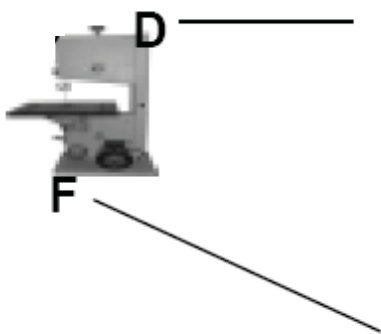

Рис. 18
8. Якщо необхідно, відрегулюйте хід полотна, використовуючи ручку регулювання ходу полотна та стопорну ручку (F) Рис. 18, розташовану позаду корпусу верхнього шків. Коли хід полотна відрегульований, зафіксуйте положення полотна.
- Коли полотно встановлено та відрегульовано, прокрутіть полотно, обертаючи рукою верхній шків та регулюючи ручку ходу полотна (F) (Рис. 18)